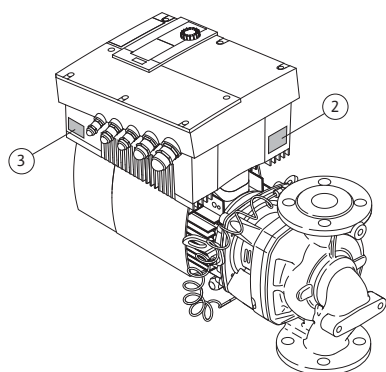

Fig. 12: Расположение фирменных табличек:
- Фирменная табличка привода находится на инвертере, со стороны кабельных вводов (рис. 12, поз. 3). Электроподключение насоса должно соответствовать данным, указанным на фирменной табличке привода.